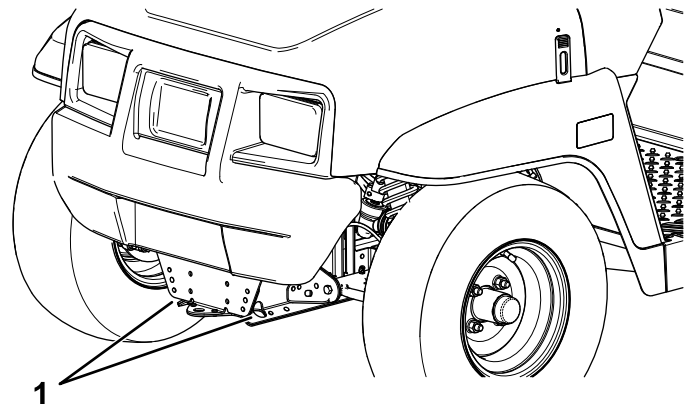
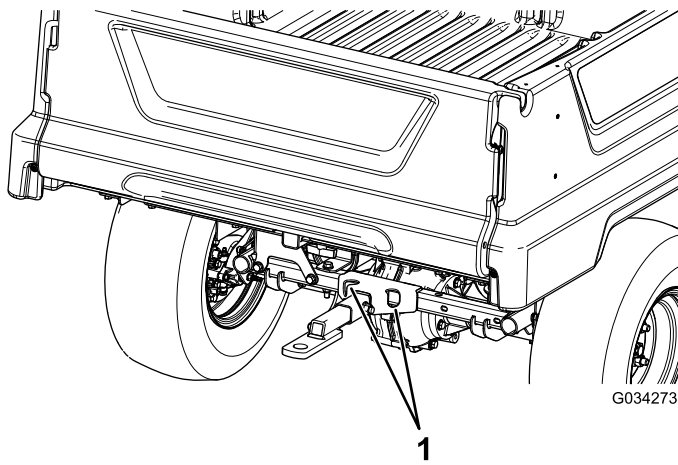

Bild 21
Bild 22
In **Bild 21** und **Bild 22** finden Sie die Vergurtungsstellen der Maschine.
2. Befestigen Sie ein Abschleppseil an der Zunge vorne am Maschinenrahmen (Bild 21).